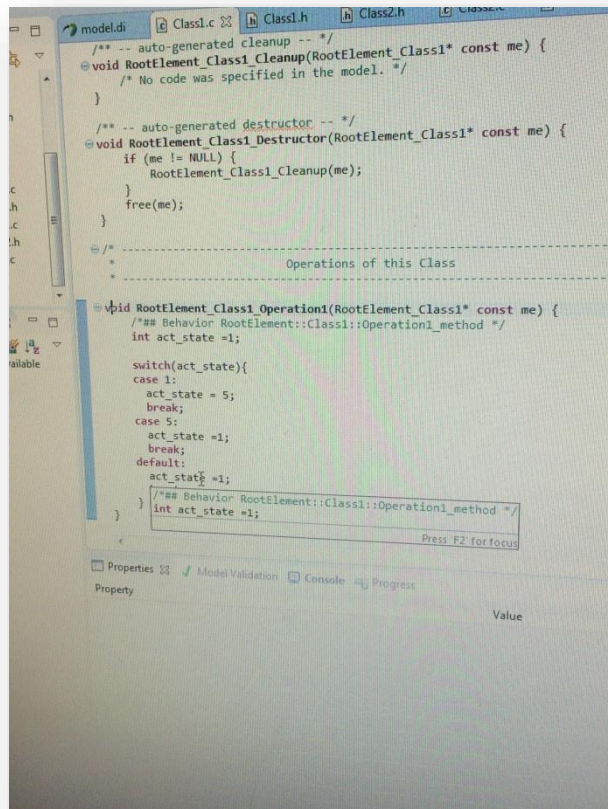

Abbildung 20: Class1.c
- ➔ In Class1.c wird die in Class1.h definierte Methode(Operation1) implementiert(siehe Abbildung 20).Sonst wird in Class1.h und Class2.h die variable1 und 2 jeweils definiert, zusätzlich wird die variable2 und Methode break von Class2 in Class1.h definiert.